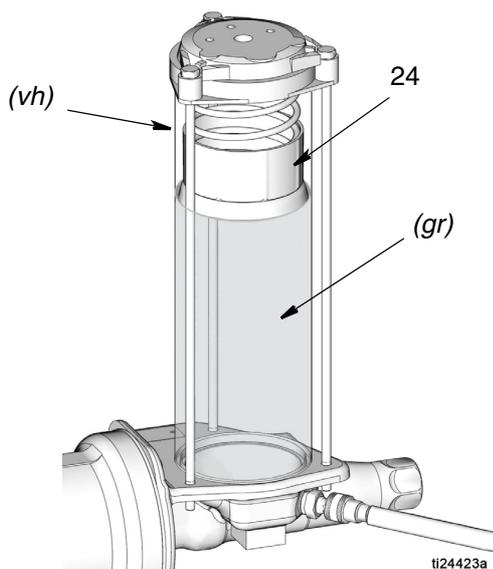

FIG. 5
3. Erogare lentamente il grasso dalla pompa di alimentazione al serbatoio finché il grasso presente nel serbatoio non solleva la piastra dell'elevatore (24) al di sopra dell'orifizio di scarico (vh) e fuoriesce da tale orifizio (vh), scaricando l'aria dall'interno del serbatoio (FIG. 5).
NOTA: L'orifizio di sfiato (vh) è ubicato verso il retro del serbatoio e non è visibile in FIG. 5. Il punto approssimativo dell'orifizio di sfiato è identificato con vh nella figura.